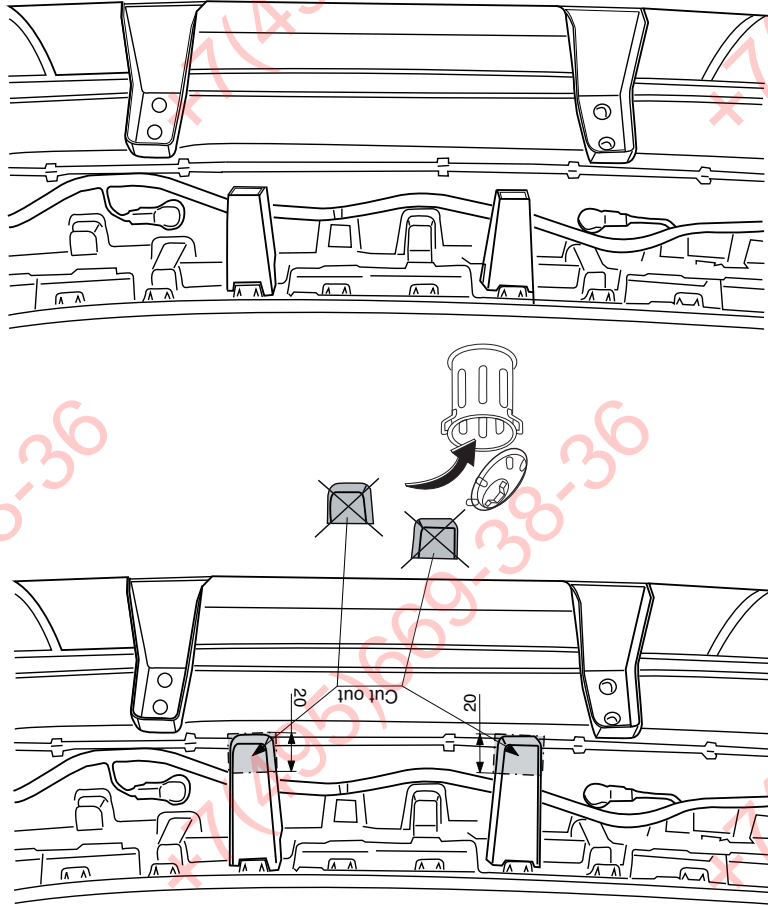

Fig. 3
10. Saw out from the bumperinnerwork the section indicated in accordance with fig. 3.
10. Gemäß Fig. 3. die angegebenen Stücke aus der Stoßstangeninnenverkleidung heraus sägen.